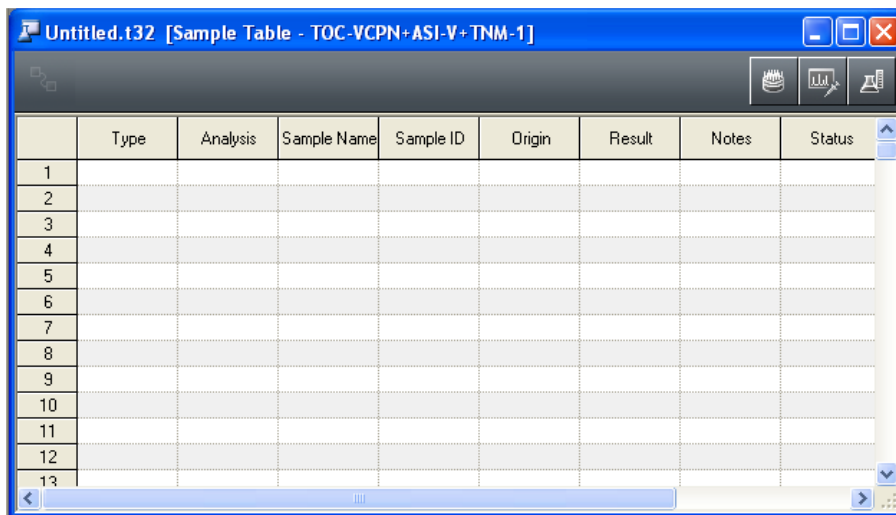

Figura 6.5 – Janela com a nova planilha de amostras (“sample table”).
10. Ao clicar neste botão, a janela com a nova planilha de injeção de amostras aparecerá, Figura 6.5.